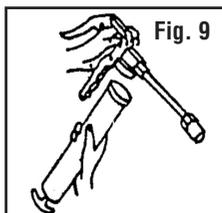

Fig. 9
1. Retirez la tête du pistolet du tube du conteneur. (fig. 9)